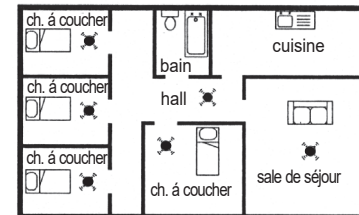

figure 1
- Voir protection minimale et maximale (figures 1 et 2).